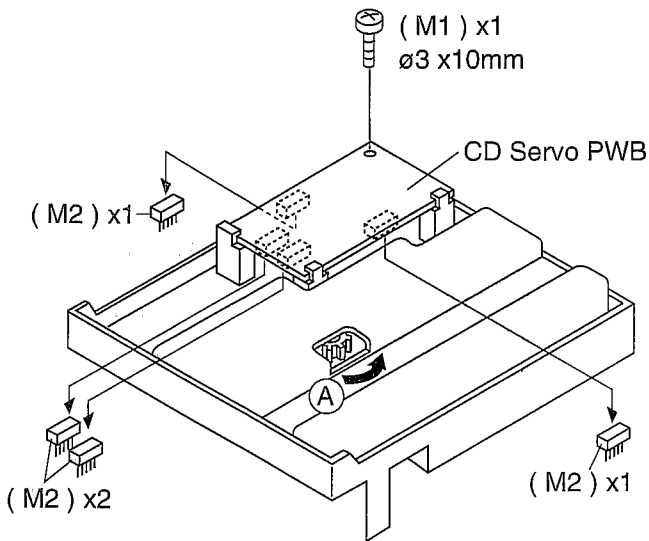

Figure 14-2
Note 1: If the power supply cannot be turned on, (A) turn the gear by hand as shown in Figure 14-2 to open the disc tray.
Hinweis 1: Wenn die Stromversorgung nicht eingeschaltet werden kann, das Zahnrad von der Hand in Richtung (A) drehen, um die Disc-Schublade zu öffnen (siehe Abb. 14-2).
Note 1: Si la mise sous tension n'est pas réalisée, on tournera l'engrenage (A) à la main (voir Fig.14-2) pour ouvrir le tiroir.